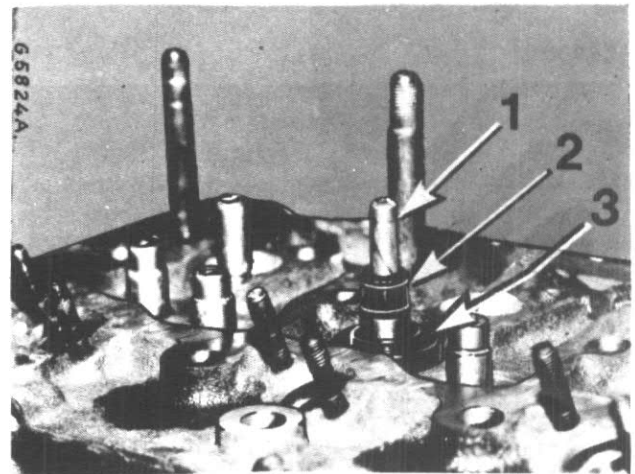

Figure 52
Lorsque vous installez le joint de la tige de soupape (2) fig. 52, mettez d'abord la cuvette "Rotacap" (3) sur le guide de soupape, insérez la soupape et glissez le manchon (1) sur l'extrémité de la tige de soupape. Installez le joint de manière à ce qu'il bute sur le guide à épaulement de la soupape.
Le manchon en plastique (1) fig. 52 de la tige de soupape étant en place, mettez les cuvettes (7) en place sur les ressorts (3), fig. 27a.